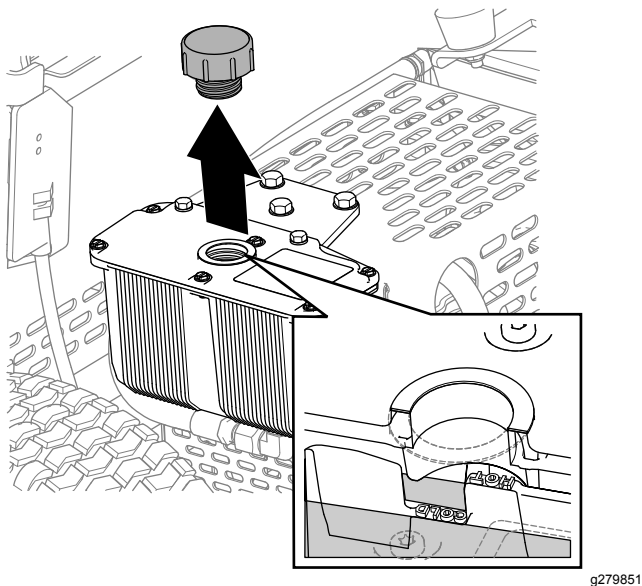

Figura 35
3. Retire el tapón y compruebe el nivel de fluido hidráulico en el depósito (Figura 35).